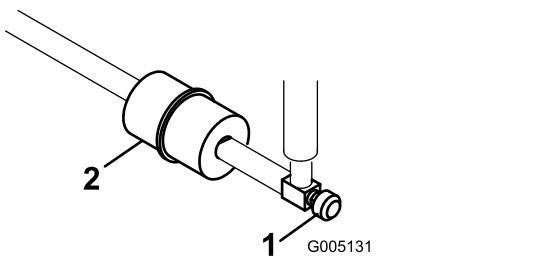

Рисунок 39
Проходной топливный фильтр встроен в топливный трубопровод между топливным баком и карбюратором (Рисунок 39).
1. Закройте клапан отключения подачи топлива (Рисунок 39).
2. Установите под фильтр сливной поддон, ослабьте шланговый хомут на обращенной к карбюратору стороне фильтра и отсоедините топливный трубопровод от фильтра (Рисунок 39).
3. Ослабьте другой шланговый хомут и снимите фильтр (Рисунок 39).